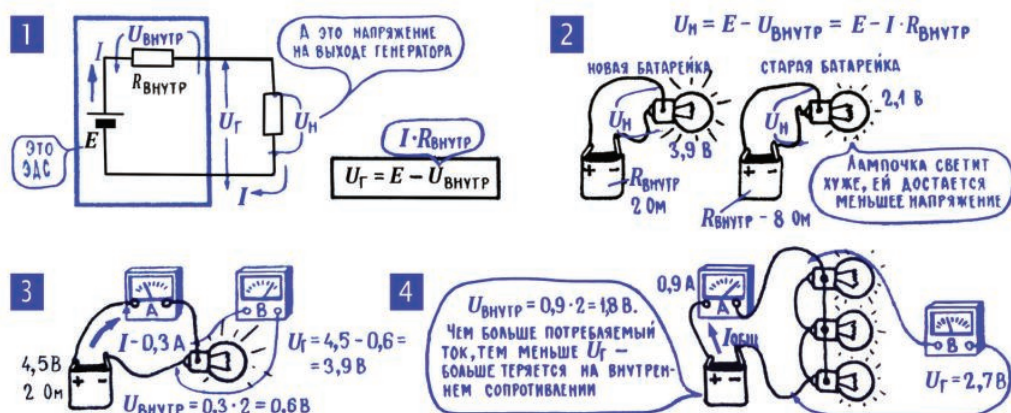

Рис. 4.10. Переход от ЭДС генератора к напряжению
**9. Чем больше потребляемый ток, тем меньше напряжение на выходе генератора.** Внутреннее сопротивление генератора  $R_{\text{внутр}}$  — такой же элемент цепи, как и все остальные. И на нем так же, как и на других участках, создается какое-то напряжение (рис. 4.10). При этом всей внешней цепи теперь уже достается напряжение несколько меньшее, чем ЭДС, меньшее как раз на величину внутреннего падения напряжения. Если увеличится потребляемый от генератора ток, то в полном согласии с законом Ома увеличится и внутреннее падение напряжения в генераторе, а значит, уменьшится напряжение  $U_r$  на выходе генератора (рис. 4.10; 3, 4). Чтобы изменение нагрузки как можно меньше влияло на выходное напряжение генератора, его внутреннее сопротивление стараются свести к минимуму.
Кстати, напряжение на выходе батарейки уменьшается и при ее старении, так как со временем увеличивается  $R_{\text{внутр}}$  (рис. 4.10; 4).